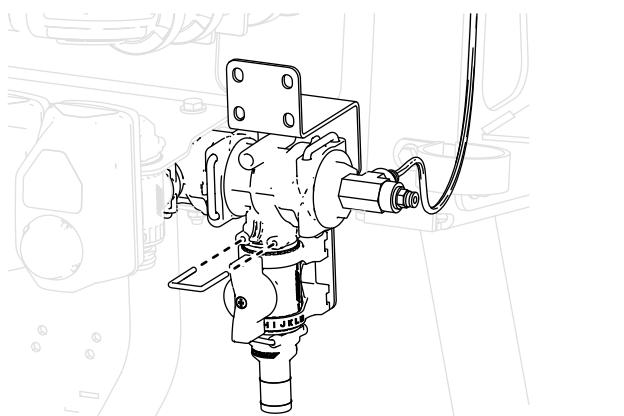

Figure 35
12. Raccordez la vanne de commande au collecteur en T au bout de la section de vanne au moyen de l'étrier de fixation inclus (Figure 35).